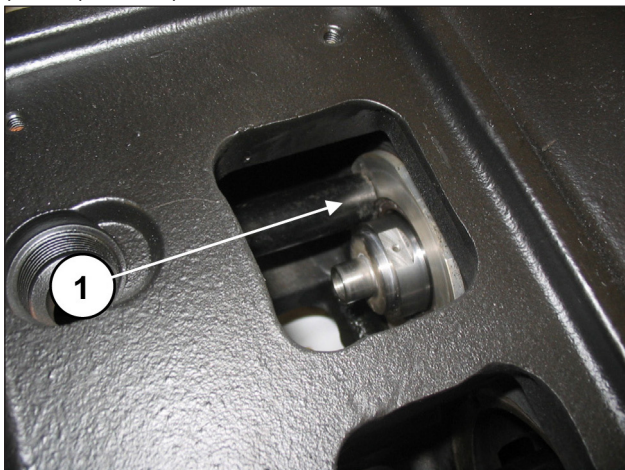
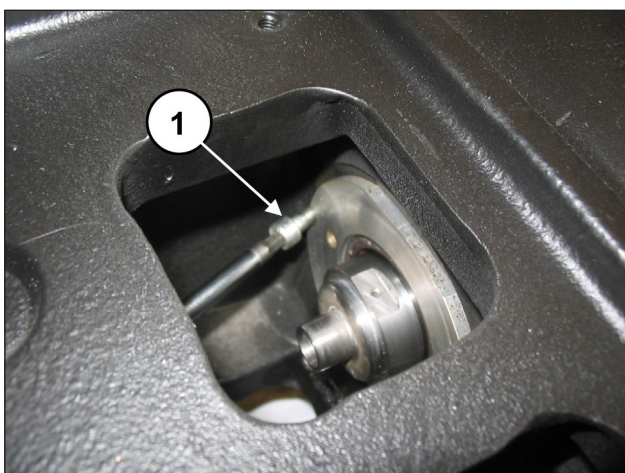

Рис. 177
Рис. 178
Убедитесь, что крышка полностью вошла в гнездо (поз. ①, Рис. 177), следя за тем, чтобы не повредить кромку сальника. Прикрутите крышки сальника 2 винтами М6х14 (поз. ①, Рис. 178).